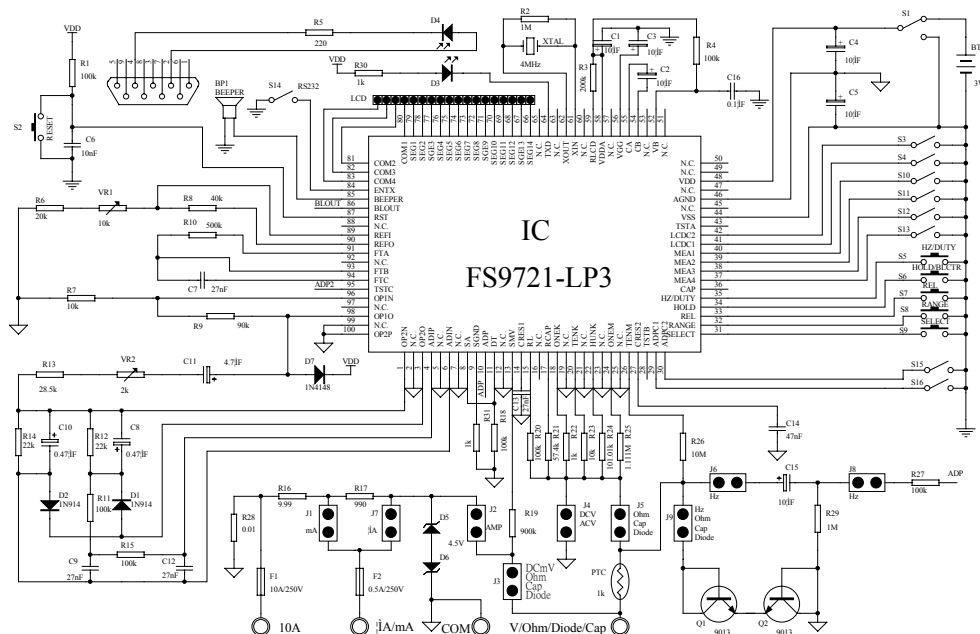

图 3 100 PIN 通用电路总图
注：①Jump栏中JX表示在图3和4图通用线路总图上该测量功能的JX是接通的。
②在Auto模式下，ACV档位按RANGE键才能选择到ACmV量程。
③TSTB=1, 电流档以400mV/4V输入;TSTB=0, 电流档以40mV/400mV输入。详见“13.14 电流测量”说明。
④此档位是以ADP路径输入测量 Hz/Duty。
⑤ADP可输入400.0mV/40.00mV，自动跳档，分别显示4000, 400.0。
⑥在“1101”编码下，当CAP=1按SELECT是Ω/Diode/Continuity切换；当CAP=0按SELECT是Ω/Diode/Continuity/ Cap. 切换。